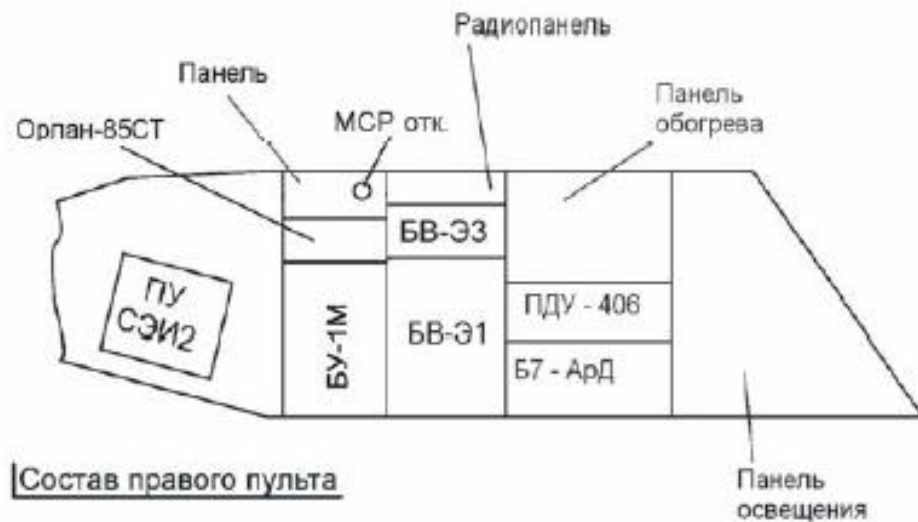

Рис. 1.5. ПРАВЫЙ ПУЛЬТ ПИЛОТОВ
**Правый пульт пилотов** по назначению, конструкции идентичен левому пульту (рис. 1.5). Правый пульт пилотов по составу аналогичен левому пульту, но на горизонтальных панелях дополнительно установлены пульты управления р/станций «Арлекин», «Орлан» и аварийного р/маяка «АРМ».